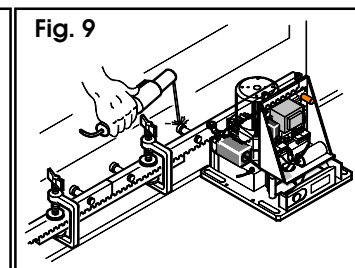

Fig. 9
- 8) Plaats een ander tandheugelelement tegen het laatste dat is vastgezet, gebruik makend van een stuk tandheugel van ongeveer 150 mm, om de vertanding van de twee elementen in fase te brengen (fig. 9).
- 9) Verschuif de poort met de hand naar gesloten positie, totdat u met het derde afstandstuk van het element dat vastgezet moet worden ter hoogte van de pignen komt (fig. 9).
- 10) Las de drie afstandstukken van het element (fig. 9).